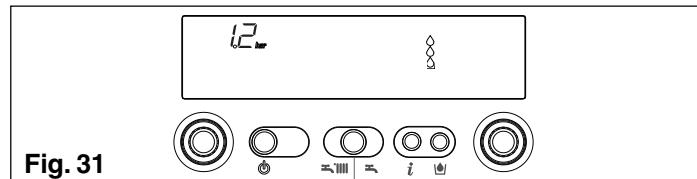

Fig. 31
**Info 2** visualiza a pressão de carregamento da instalação (fig. 31)